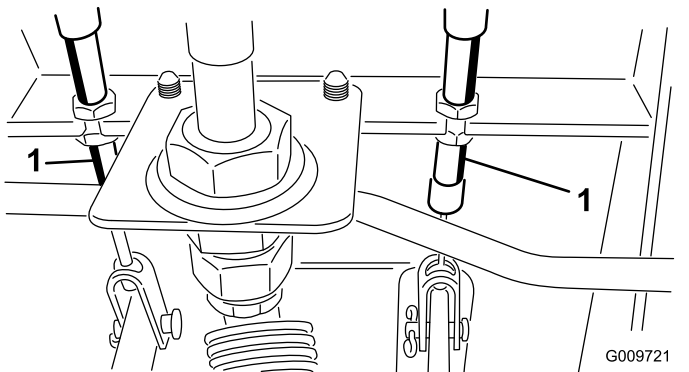

Figura 77
- A. Desaperte a porca dianteira na extremidade roscada do cabo do travão (Figura 77).